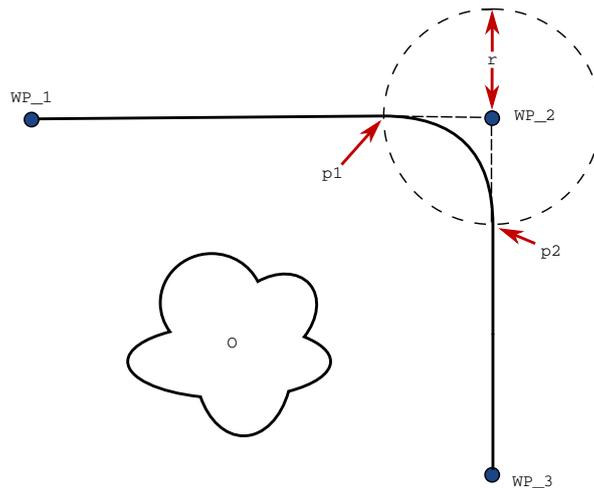

Abbildung 15.3: Blending über WP\_2 mit Radius  $r$ , ursprüngl. Blending-Position bei p1 und letzte Blending-Position bei p2. 0 ist ein Hindernis.
**Blending-Parameter** Neben den Wegpunkten beeinflussen mehrere Parameter den Bewegungsablauf im Blending-Bereich (siehe Abbildung 15.3):